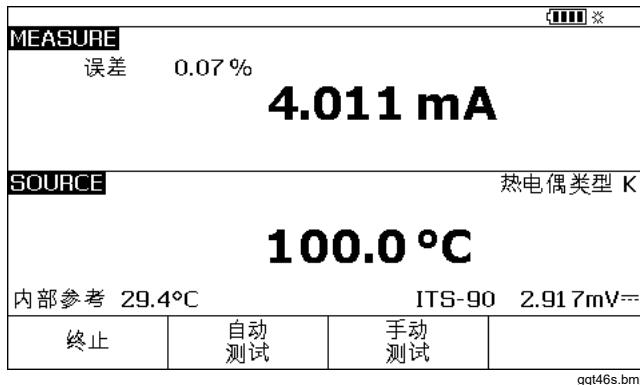

图 30. 针对校准的测量和输出屏幕
17. 按完成 (Done) 功能键接受校准参数。显示屏变为图 30 所示的屏幕。